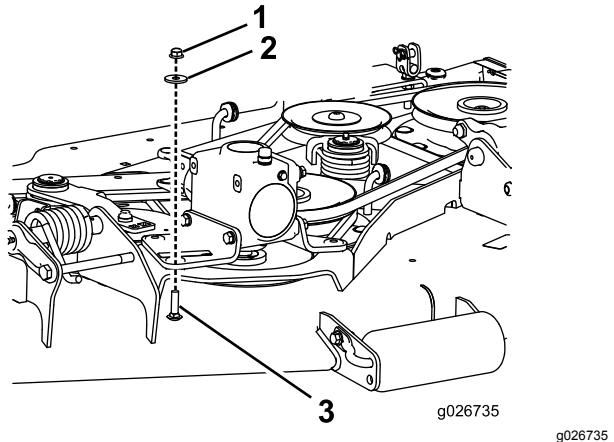

Figure 4
1. Retirez les écrous et les rondelles des boulons de carrosserie qui fixent les supports du boîtier d'engrenages au plateau de coupe (Figure 4).